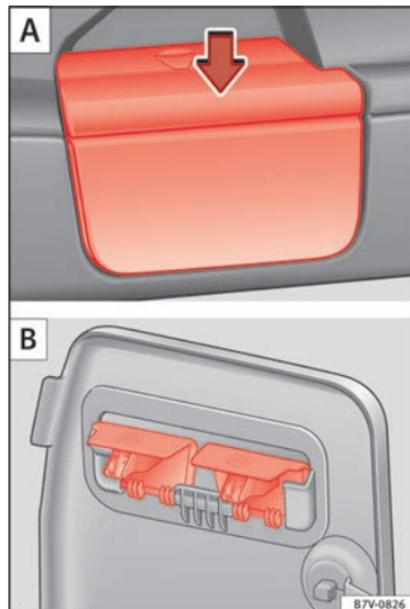

Fig. 165 Retire os suportes da chapeleira A e guarde-a de forma segura B.
- Retire a chapeleira do suporte dos revestimentos laterais » **Fig. 165 A**. Para isso, pressione a chapeleira para cima (seta) e extraia-a.
- Abra o compartimento no revestimento lateral esquerdo traseiro da bagageira » **Página 174** e enganche a chapeleira na parte traseira da tampa do compartimento » **Fig. 165 B**.